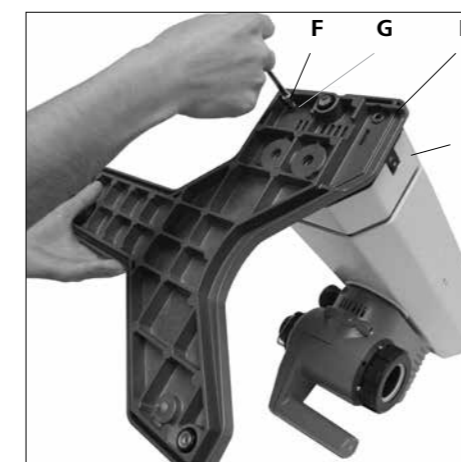

Fig. 7
1.) Montieren des Sockels an den Lift. (Fig. 7)
- Befestigen Sie den Sockel (H) mit den 4 Zylinderschrauben M6x25 (F) und den 4 Rippenscheiben (G) entsprechend der Abbildung am Lift (I). (Fig. 7)